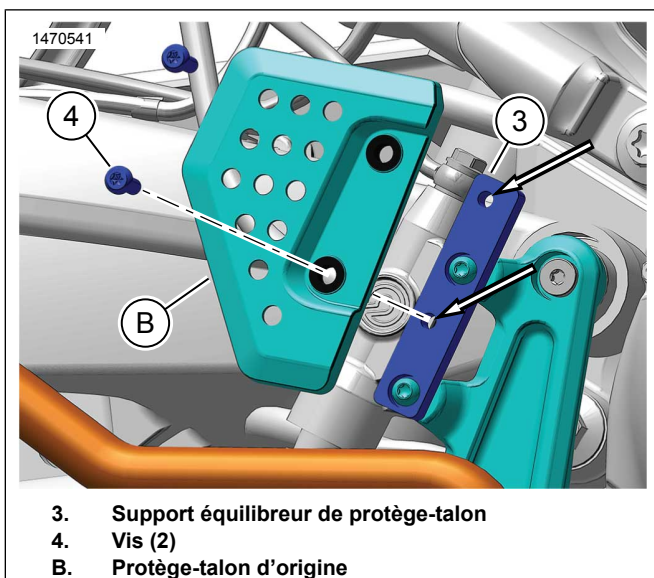

Figure 5. Protège-talon
4. Voir la Figure 5. Installer le protège-talon (B).
- b. Aligner le protège-talon sur les **nouveaux** trous dans le support équilibre (3).
- c. Installer les vis (4). Serrer.